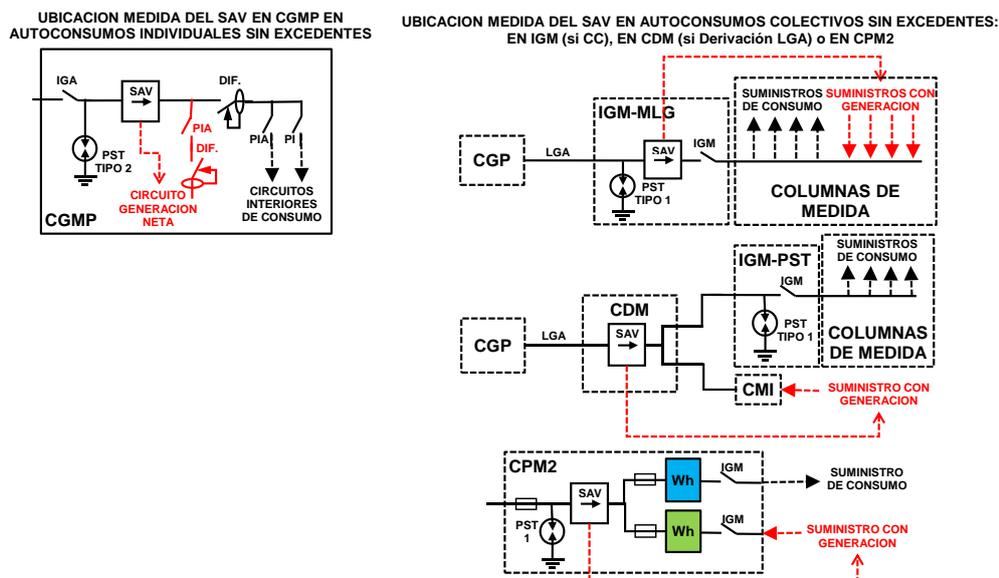

Figura 2. Ubicación preferente de la medida del SAV.
- En todos los Autoconsumos “Sin Excedentes” es obligatorio instalar un Sistema Anti-Vertido (SAV), cuya medida debe tomarse preferentemente en un punto de la red interior situado físicamente aguas arriba del punto de interconexión entre todas las instalaciones de generación y todos los suministros de consumo asociados: en el CGMP si el autoconsumo es Individual y en las instalaciones de enlace (IGM, CDM o CPM) si es colectivo, tal como se indica en la **Figura 2**: